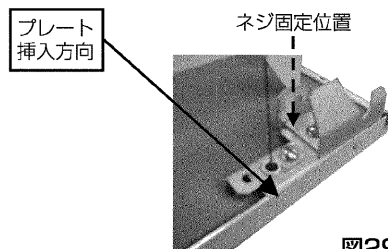

図29
- (2) (45・71形パネルのみ) 付属のプレートBRを (図29) のようにPTTネジ1個で、計4カ所ネジ止めしてください。(プレートの向きに注意してください。)